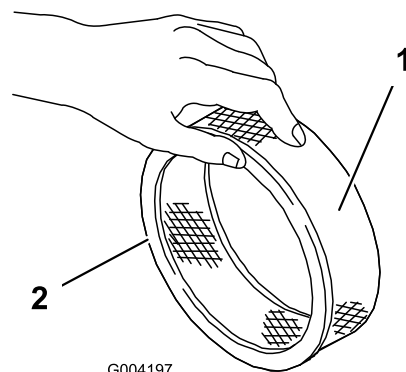

図 45
5. ペーパー・フィルタに汚れや油汚れ、ゴムシールの傷がないか点検する(図 45)。
1. ペーパー・エレメントにスポンジ・エレメントを注意深く取り付ける(図 45)。